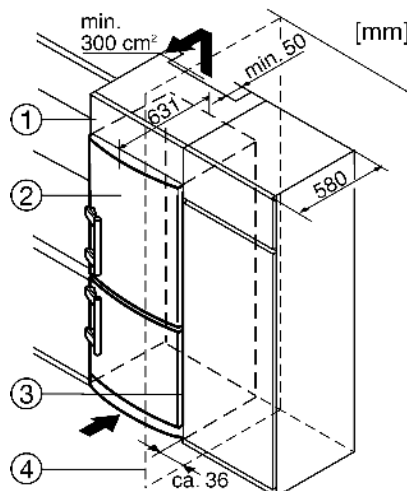

Fig. 11
- (1) Nastavná skříňka
- (2) Přístroj
- (3) Kuchyňská skříň
- (4) Stěna
Zařízení lze zabudovat do vybavení kuchyně. K vyrovnání přístroje Fig. 11 (2) na výšku kuchyňské linky lze na přístroj nasadit odpovídající nástavec Fig. 11 (1).
Při montáži do normalizovaných kuchyňských skříní (hloubka max. 580 mm) lze přístroj instalovat hned vedle kuchyňské skříně Fig. 11 (3). Dvířka přístroje přesahují přední stěnu kuchyňské skříně na stranách o 34 mm a uprostřed o 50 mm. To umožňuje jejich volné otevírání a zavírání.
Když se přístroj instaluje závěsy vedle stěny Fig. 11 (4), musí být vzdálenost přístroje od stěny alespoň 36 mm. To odpovídá přesahu madla při otevřených dveřích.